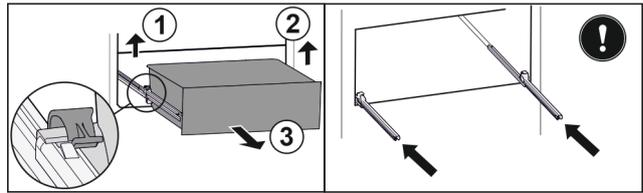

Fig. 161
- ▶ Linke Klemme anheben und gleichzeitig Schubfach links nach vorne ziehen. Fig. 161 (1)
- ▶ Rechte Klemme anheben und gleichzeitig Schubfach rechts nach vorne ziehen. Fig. 161 (2)
- ▶ Schubfach nach vorne entnehmen. Fig. 161 (3)